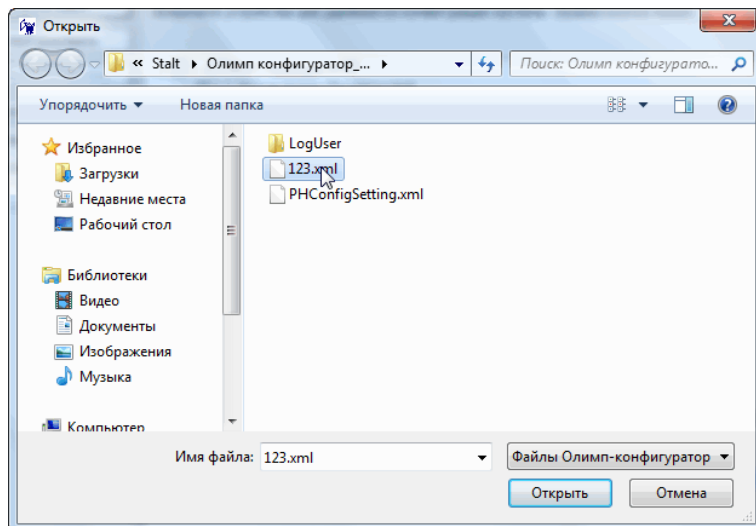

Рисунок 8.9 - Вид окна «Открыть»
- 8) В этом окне нажать кнопку . При этом открывается окно «Открыть» (см. рисунок 8.9):